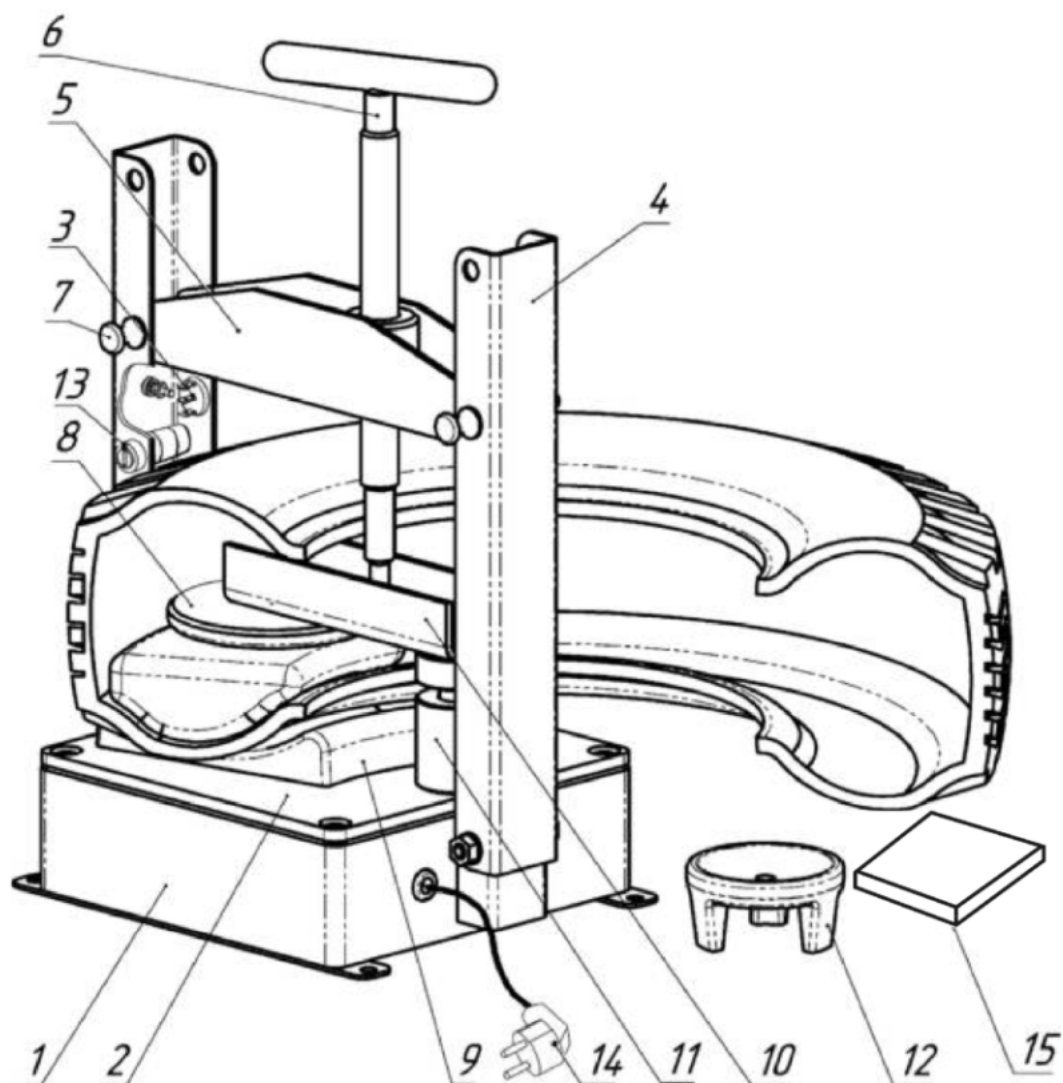

Рис. 1 Общий вид аппарата вулканизационного
Вулканизатор (рис. 1) представляет собой двухстоечный винтовой пресс с обогреваемой плитой 2. На стойке корпуса расположены: выключатель 3, держатель предохранителя 13, шнур с евровилкой 14, болт для заземления корпуса. В нижней части корпуса имеются лапы с отверстиями для крепления вулканизатора к верстаку.
7.1.1. Коромысло 5 установить в положение, указанное на рис. 1.